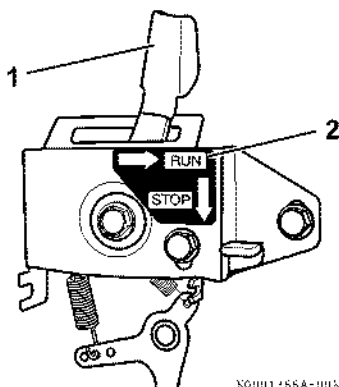

Рис. 56
4. Установите рычаг регулировки оборотов двигателя (Рис. 56, (1)) в положение "RUN" ("РАБОТА") (Рис. 56, (2)).